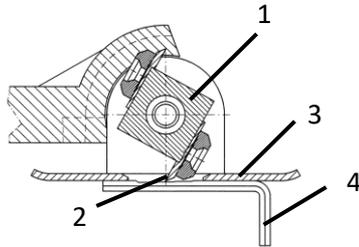

Abb. 7: Messer einstellen
- > Tauschen Sie ggf. das Messer (**2** – Abb.7) aus.
- > Drehen Sie die Walze (**1** – Abb.7) so, dass das Messer maximal durch das Führungsblech (**3** – Abb.7) herausragt.
- > Legen Sie den Innensechskantschlüssel (**4** – Abb.7) am Führungsblech an, so dass sich die Einkerbung mit der gewünschten Schnittiefe unter dem Messer befindet.